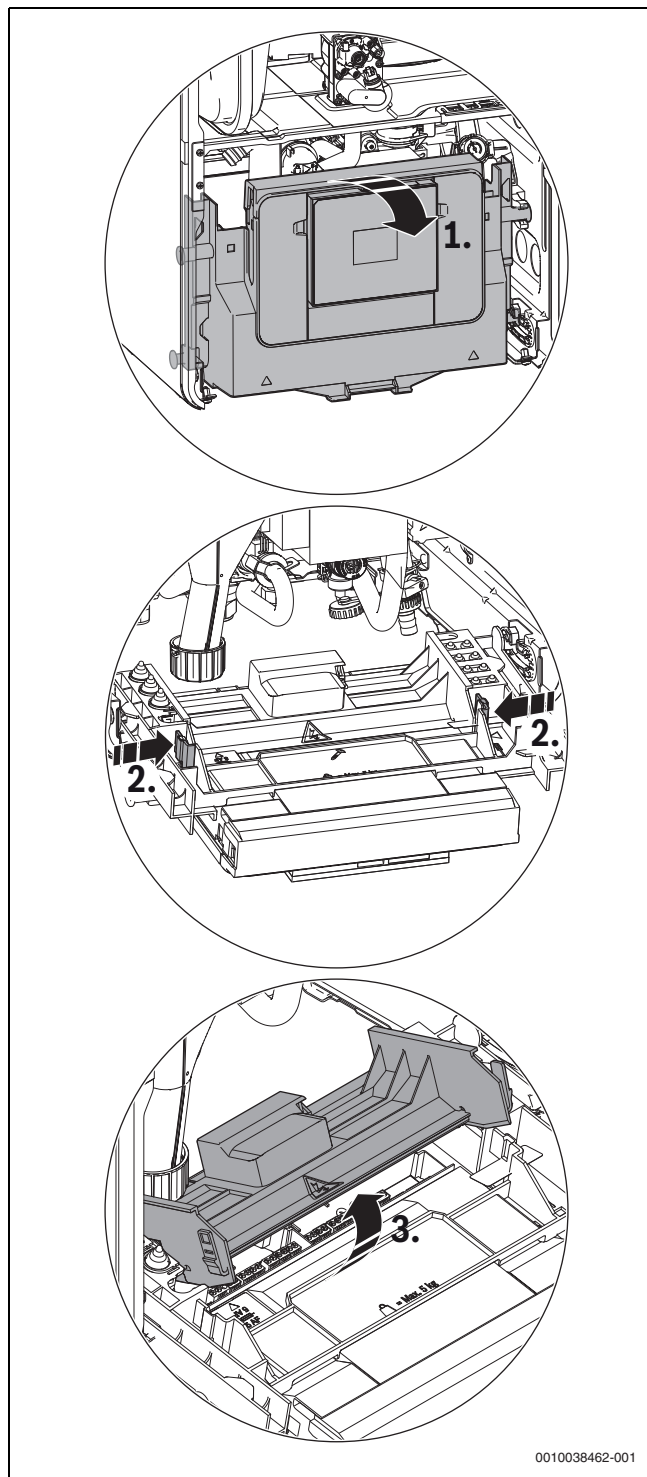

Bild 22 Abdeckung aufklappen
- ▶ Steuergerät nach unten klappen (→ Bild 22).